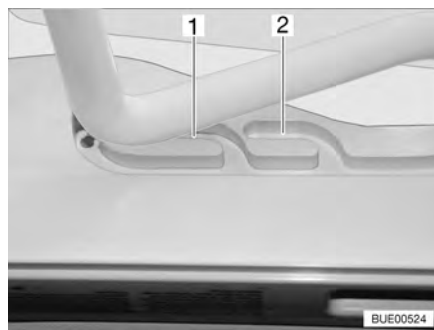
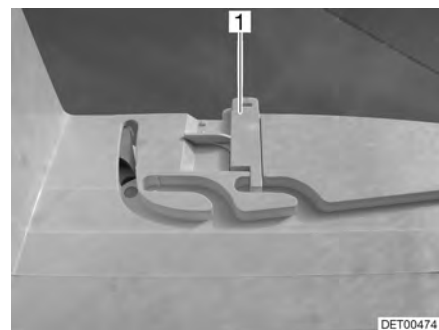

Bild 62 Heki-takluckan i ventilationsläge
Bild 63 Lås ventilationsläge
Heki-takluckan kan ställas i två ventilationslägen: Läget för dåligt väder (Bild 62,1) och mittläget (Bild 62,2). Beroende på modell kan takluckan låsas i mittläget med spärren (Bild 63,1).
- Tryck bygeln lätt uppåt och skjut in den i det valda spåret (Bild 62,1 eller 2) och lås eventuellt.